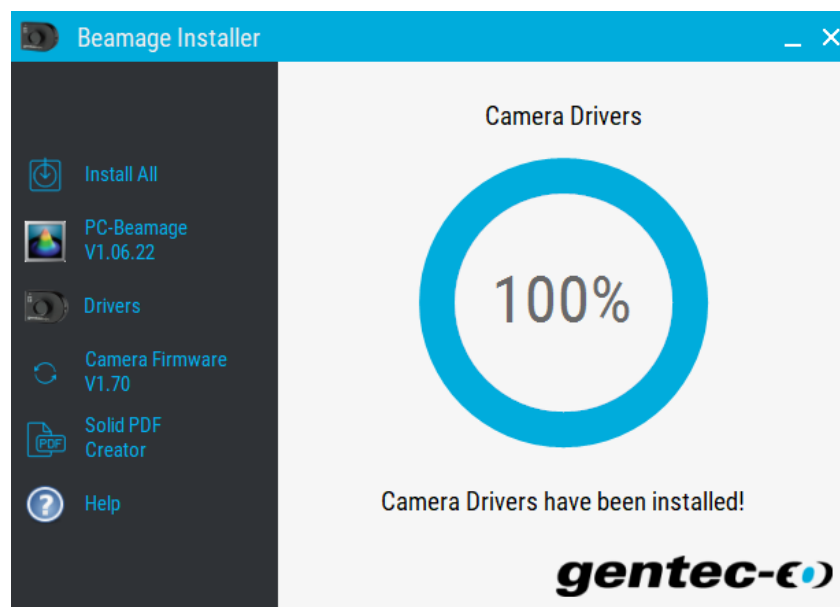

Figure D-3 Installateur Beamage : Pilotes installés
- 3) Appuyez sur le bouton « Drivers » et attendez l'installation des pilotes, voir Figure D-3